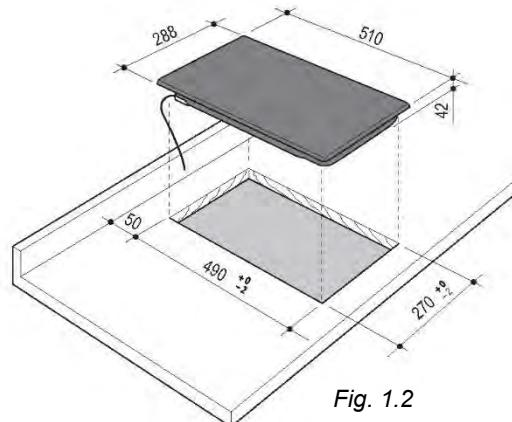

Fig. 1.2
- Plita trebuie instalată la cel puțin 50 mm de perete (de la marginea din spate a decupajului - fig. 1.2).